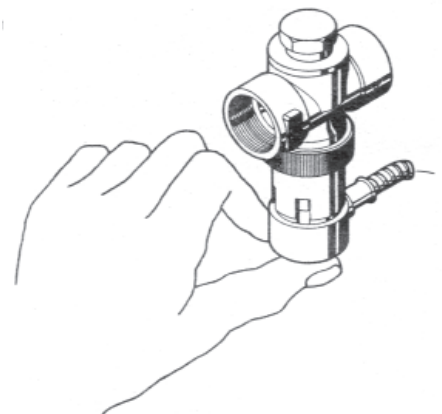

Fig. 67 - Dispositivo termico di sicurezza.
- Se si preme un cappuccio rosso contro la valvola (Fig. 67) dovrebbe scorrere acqua nell'imbuto.